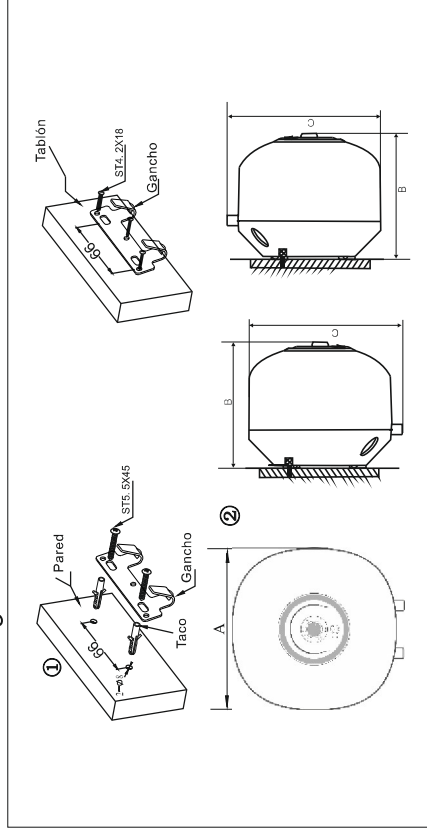

Imagen 2
2. Introduzca tacos en los agujeros realizados e instale firmemente los ganchos con tornillos St5.5\*45. (Vea imagen 2)